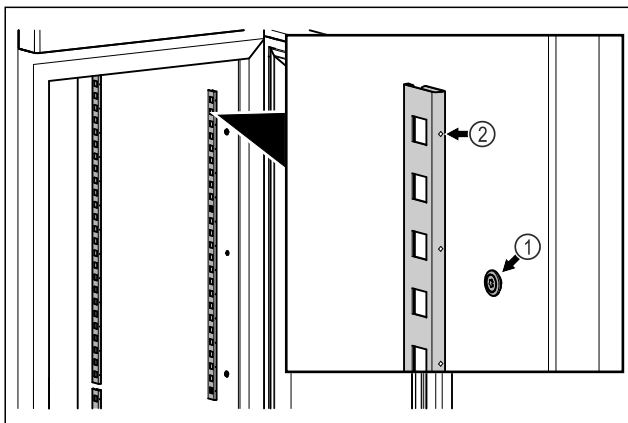

Fig. 48 Beispielhafte Darstellung
- ▶ Rastenleisten in Aufhängung Fig. 48 (1) einhaken. Markierung Fig. 48 (2) muss nach vorne zeigen.